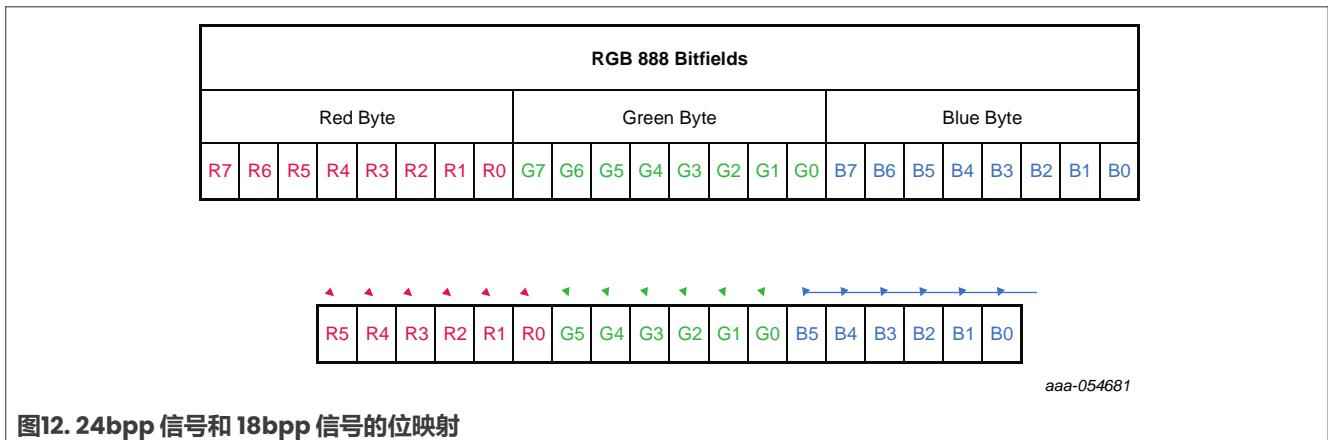

图12. 24bpp 信号和 18bpp 信号的位映射
**注意：**如果忽略24位色深 JEIDA 信号的第四行，就可以得到一个有效的3线18位色深VESA信号。如图12所示，R7 信号会变为R5信号，G7信号会变为G5信号，依此类推。这意味着对于恩智浦i.MX EVK板，需要从VESA模式切换到JEIDA模式，并将数据通道减少到三个。